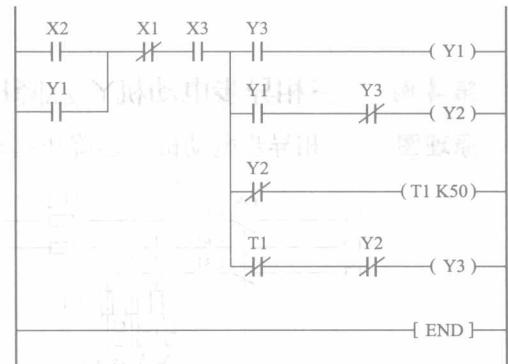

图 14 三相异步电动机 Y-△降压电路
(3) 三相异步电动机 Y-△降压电路三菱 FX_{2N} 系列 PLC 控制梯形图如图 14 所示。